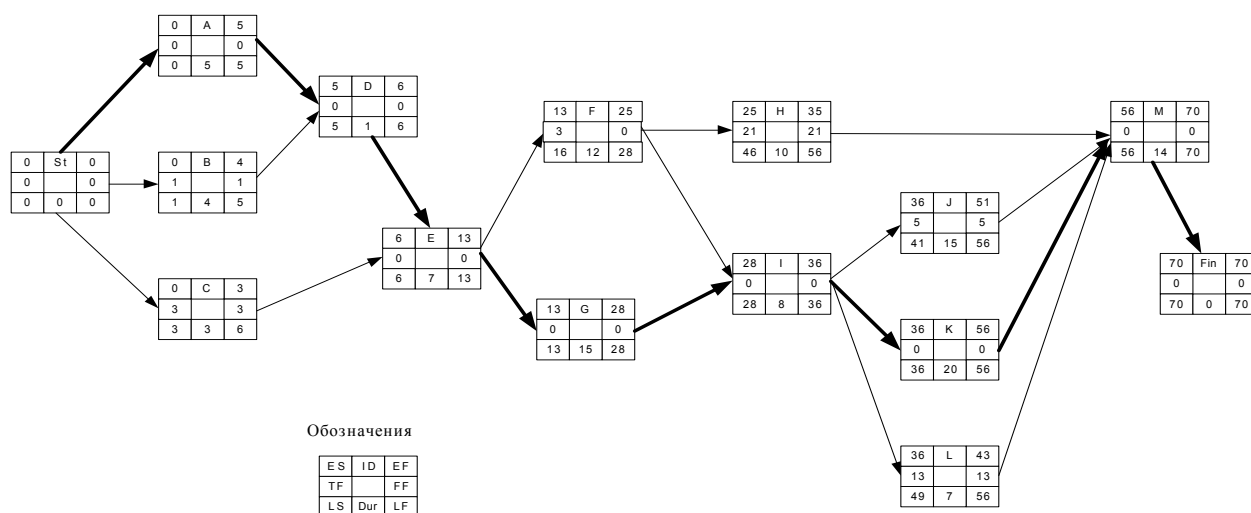

Рис. 8. Сетевая диаграмма с результатами расчетов
5. Уменьшите на два дня длительность стадии A. На сколько изменилась длительность проекта? Объясните почему (см. вывод 2 и рис. 8). Восстановите исходную длительность стадии A.
6. Уменьшите на четыре дня длительность стадии G. На сколько изменилась длительность проекта? Объясните почему (см. вывод 2 и рис. 8). Восстановите исходную длительность стадии G.
7. Допустим, что обстоятельства складываются так, что необходимо отложить начало стадии J – (ES) на 4 дня, а завершение работ по стадии C – (EF) уже задержано на два дня. Повлияют ли эти задержки на срок окончания проекта? Ответьте на основании данных о временном резерве и проверьте ответ непосредственной подстановкой изменений в таблицу (см. вывод 5а и рис. 8). Восстановите исходные длительности стадий.
окончания проекта? Ответьте на основании данных о временном резерве и проверьте ответ непосредственной подстановкой изменений в таблицу (см. выводы 5б и рис. 8). Восстановите исходные длительности стадий.